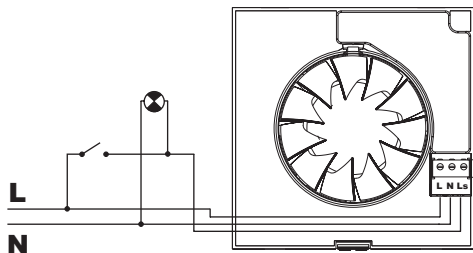

Fig.8
2) Funzionamento automatico con possibilità di messa in moto dell'apparecchio con l'interruttore della luce (fig.8).